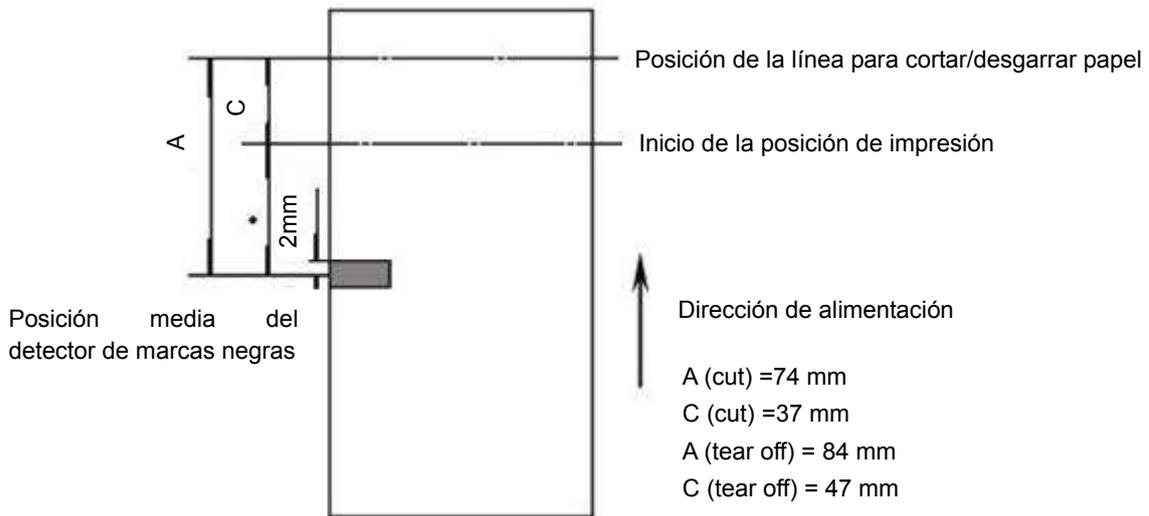

Figura 7-1
4. El valor mecánico inherente de la impresora:  $L0=A$  (mm)  $Q0=C$  (mm) (mostrado en la **figura 7-1**).